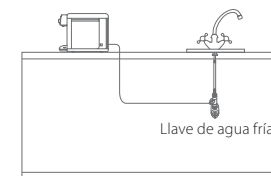

Figura 9.
4. Conecta un extremo de la manguera en la Válvula de entrada localizada debajo de tu tarja (ver Figura 9).